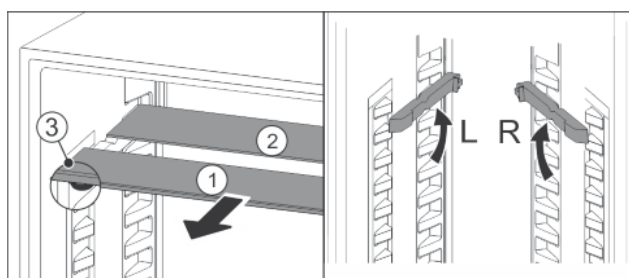

Fig. 19
- ▶ По одной извлеките *Fig. 19 (1)* стеклянные панели движением вперед.
- ▷ Стеклянная панель *Fig. 19 (1)* со стопорами лежит спереди.
- ▷ Стопоры показывают вниз *Fig. 19 (3)*.